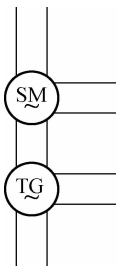

图 3-35 交流伺服测速机组
- (7) 利用“直线”、“样条曲线”命令, 完成逆变器符号的绘制。
**练习:** 利用“镜像”等命令, 按图 3-35 所示绘制交流伺服测速机组。